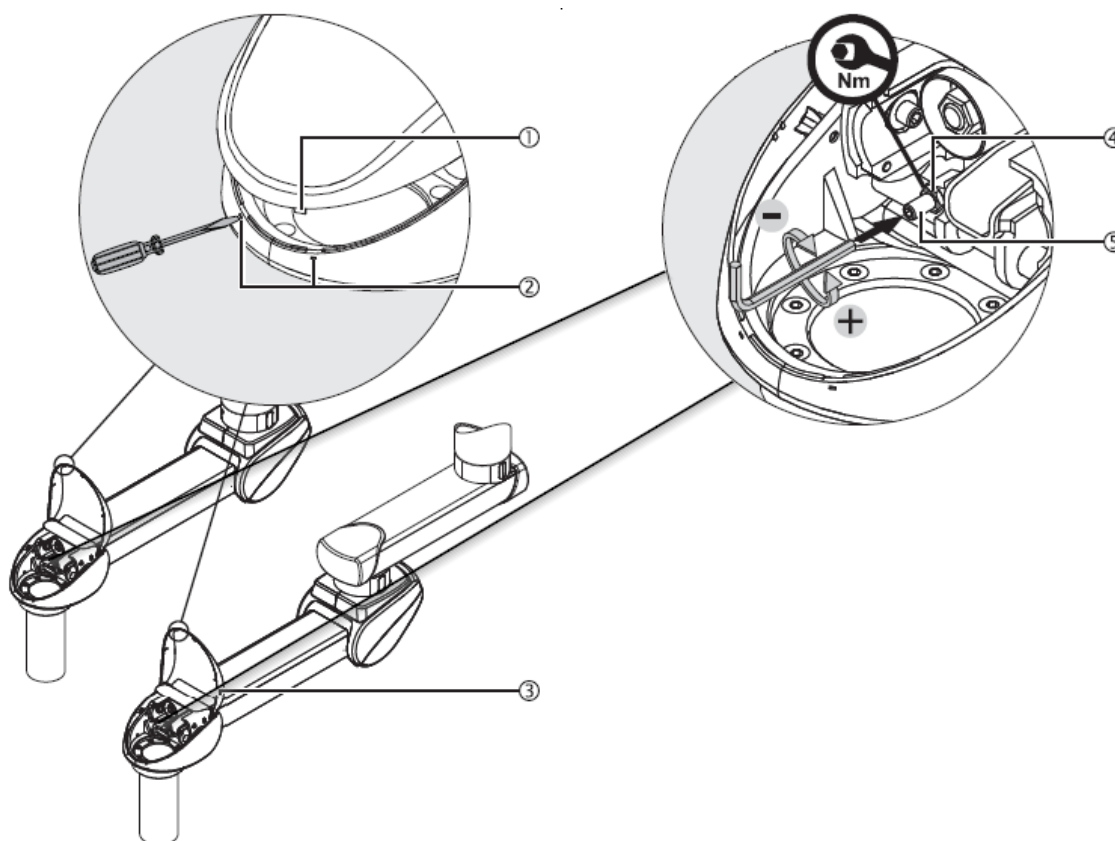

Fig.16 Réglage de l'élévation verticale sur un bras à ressort
- Desserrez les 4 boulons filetés M8 x 80 (2) qui fixent la tête de service.
- Faites passer avec précaution les nouveaux tuyaux (1) à travers le système suspendu et sur la plaque d'interface, comme indiqué dans la figure 16.